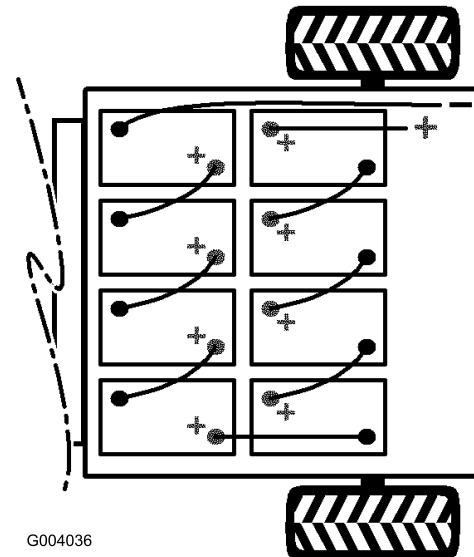

Bild 11
- Setzen Sie die Batterien ein, siehe Bild 11.
Hinweis: Achten Sie auf die Batteriepolarität, wenn Sie neue Batterien einsetzen (Bild 11).
- Verbinden Sie die Batterien mit den Batteriekabeln, die in den losen Teilen enthalten sind, siehe Bild 11. Achten Sie darauf, dass die verlegten Kabel nicht mit scharfen Kanten in Berührung kommen.
- Ziehen Sie die Schraube fest und befestigen Sie die andere Seite des Clips mit einer neuen Schraube (5/16 x 3/4 Zoll) und einer Bundmutter (5/16 Zoll) (Bild 11)
- Schließen Sie das lange, rote, positive Kabel zwischen dem Batterieverteiler und dem Fahrzeug an (Bild 11).
- Schließen Sie das lange, schwarz, negative Hauptkabel zwischen dem Batterieverteiler und dem Fahrzeug an (Bild 11).